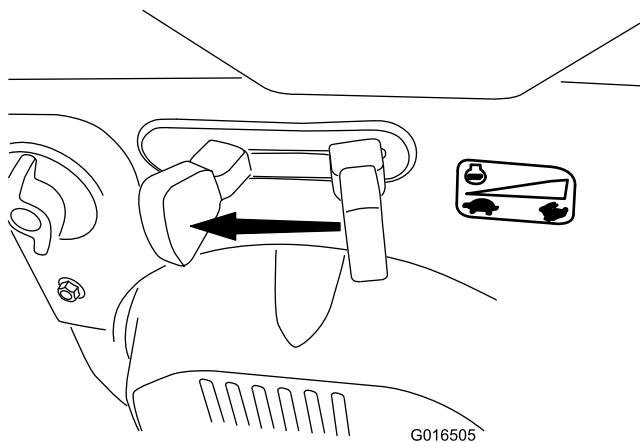

Figure 31
1. Déplacez la commande d'accélérateur en position Bas régime, puis en position Arrêt (Figure 31) pour couper le moteur. Il est également possible de couper le moteur en tirant la clé de contact vers l'extérieur, à la position centrale.